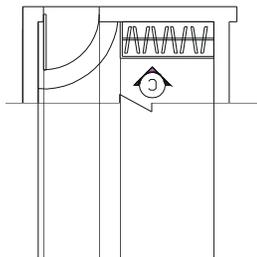

图 8-1-37
**STEP 01** 使用 TRIM 整理出局部的平面图，并使用绘制直线命令 LINE 绘制出立面图的边线如图 8-1-37 所示。